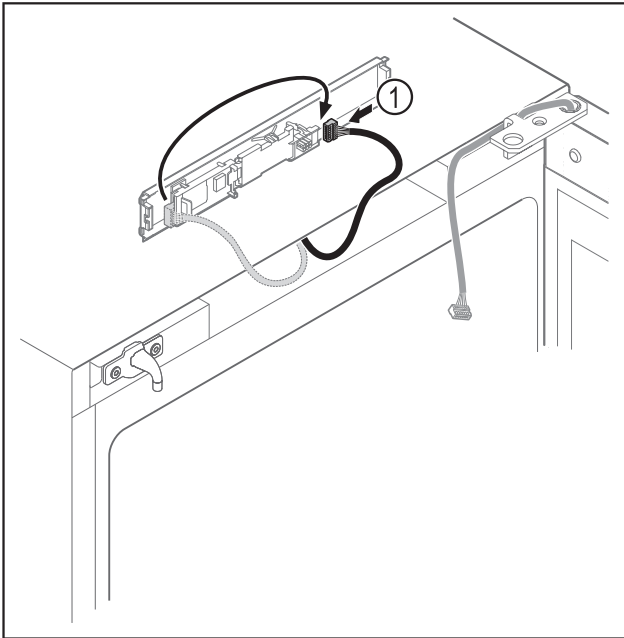

Fig. 19
- Brancher le connecteur Fig. 19 (1) de l'autre côté.